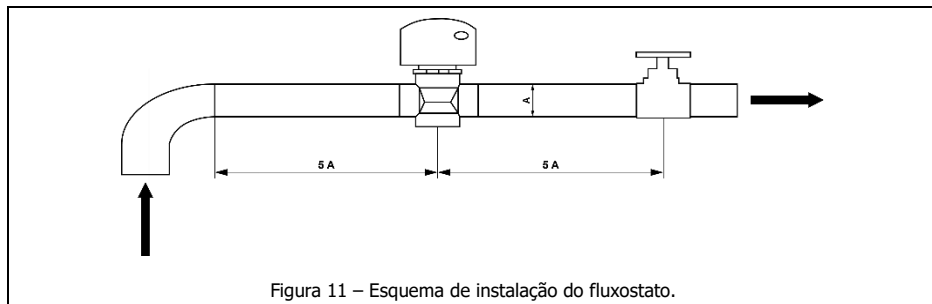

Figura 11 – Esquema de instalação do fluxostato.
- O fluxostato deve ser instalado em um trecho de tubulação linear e deve haver um espaçamento de mais de cinco vezes o diâmetro do tubo para cada lado do fluxostato (veja figura 11). A direção do fluxo hidráulico deve acompanhar a seta indicada no controlador do fluxostato. Lembre-se de instalar o dispositivo em posição que facilite a operação e manutenção.